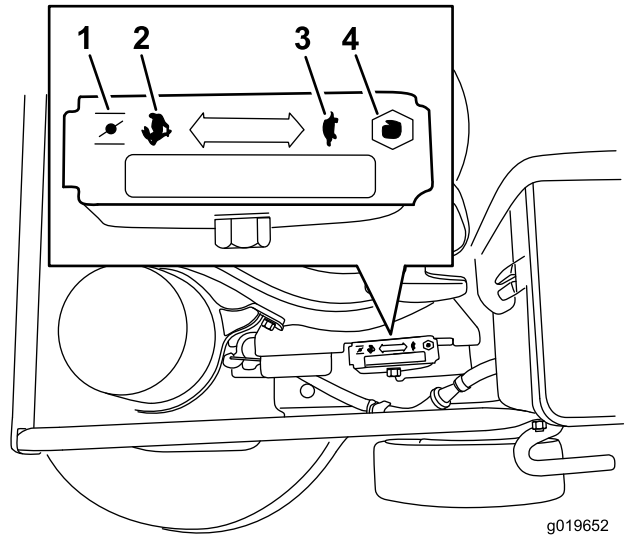

Figura 11
3. Mueva el control del acelerador a la posición de **Estárter** (Figura 11).